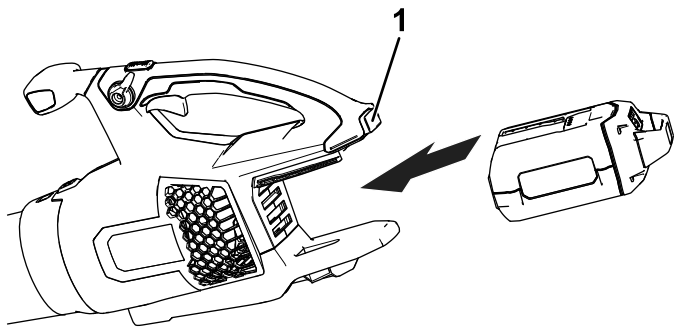

Figura 5
2. Allineate la cavità nel pacco batteria con la linguetta nell'alloggiamento dell'impugnatura (Figura 5).
3. Afferrate l'impugnatura e spingete il pacco batteria nell'impugnatura fino a quando il fermo non si blocca in posizione (Figura 5).